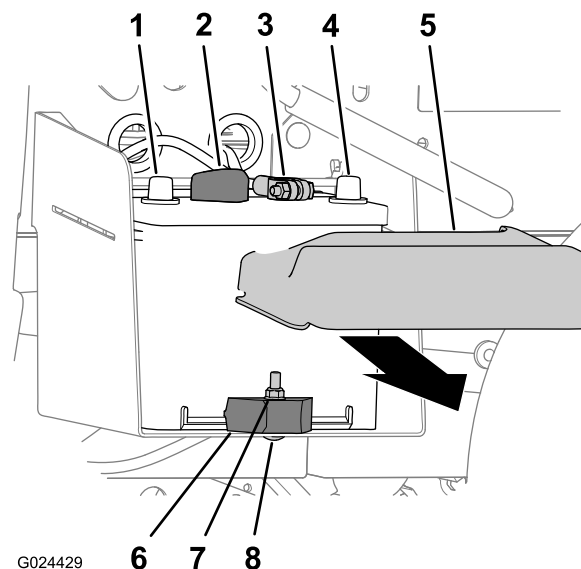

Рисунок 47
1. Сожмите стороны крышки аккумулятора и снимите крышку с его верхней части (Рисунок 47).
2. Отсоедините отрицательный кабель от клеммы аккумуляторной батареи (Рисунок 47).
3. Отсоедините положительный кабель от клеммы аккумуляторной батареи (Рисунок 47).
2. Отверните контргайку, снимите вагонный болт и зажим крепления аккумулятора к его лотку (Рисунок 47).
3. Извлеките аккумулятор из лотка (Рисунок 47).
1. Поместите аккумуляторную батарею в аккумуляторный отсек в автомобиле (Рисунок 47).
Примечание: Убедитесь, что положительный и отрицательный штыри аккумулятора выровнены, как показано на Рисунок 47.
2. Прикрепите аккумулятор к лотку аккумулятора с помощью зажима, вагонного болта и контргайки (Рисунок 47).
1. Подсоедините положительный кабель к клемме аккумуляторной батареи (Рисунок 47).
2. Подсоедините отрицательный кабель к клемме аккумулятора (Рисунок 47).
3. Установите крышку аккумулятора на его верхнюю часть (Рисунок 47).